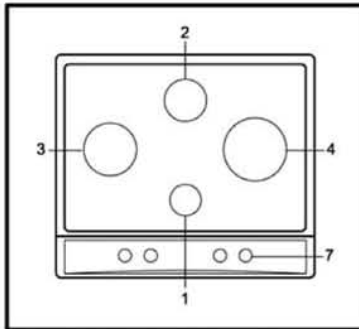

Рис.11D
- ГАЗОВАЯ РАБОЧАЯ ПОВЕРХНОСТЬ ТИП PFT 640 STX см Рис. 11D